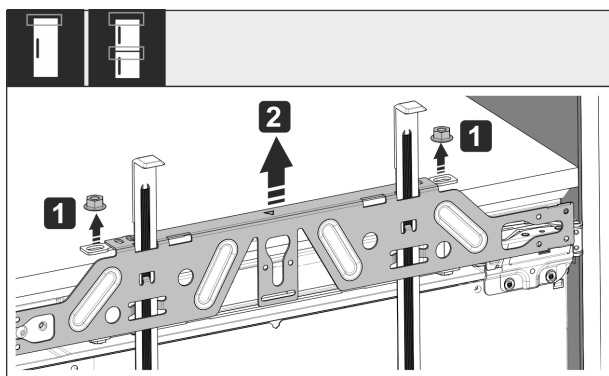

Fig. 58
- Atskrūvējiet kontruzgriežņus Fig. 58 (1).
- Noņemiet stiprinājuma šķērsi Fig. 58 (2).